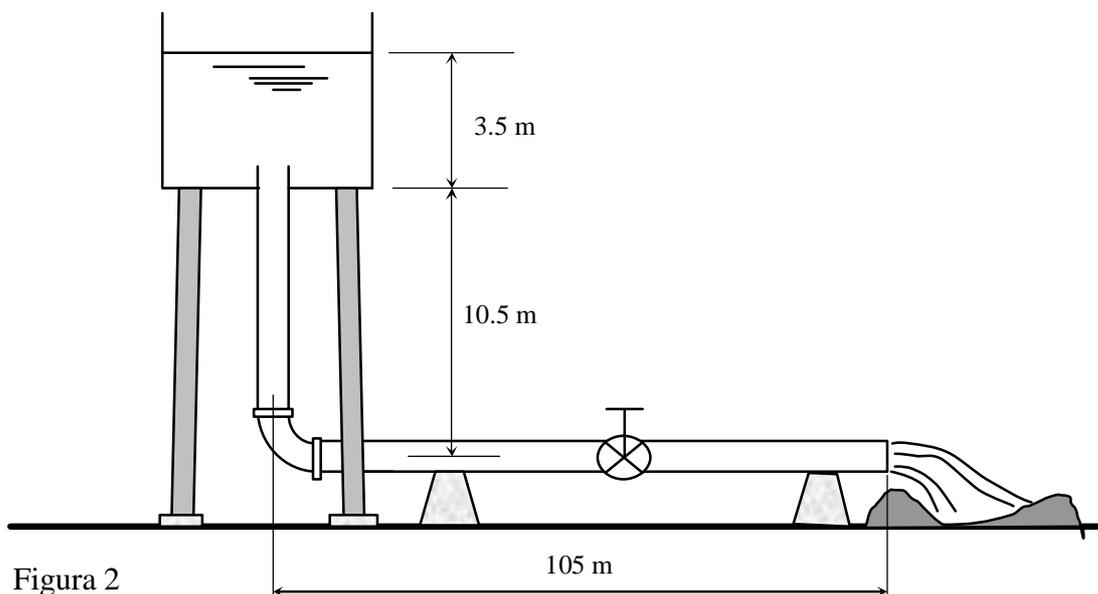

Figura 2
2. El tanque elevado de la figura 2 proporciona agua a una zanja de irrigación a través de una cañería de acero de 4" Sch 40. El flujo puede ser interrumpido cerrando la válvula de compuerta mostrada. Calcule el caudal de agua suministrado a la zanja suponiendo que la válvula se encuentra abierta en un 50%. $\rho_{\text{agua}} = 1000 \text{ Kg/m}^3$, $\mu_{\text{agua}} = 8.4 \times 10^{-4} \text{ N.s/m}^2$